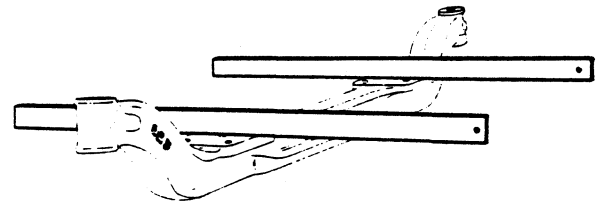

Fig. 2
3. Leg een rij over beide aspadden en controleer of deze evenwijdig t.o.v. elkaar staan (Fig. 2).